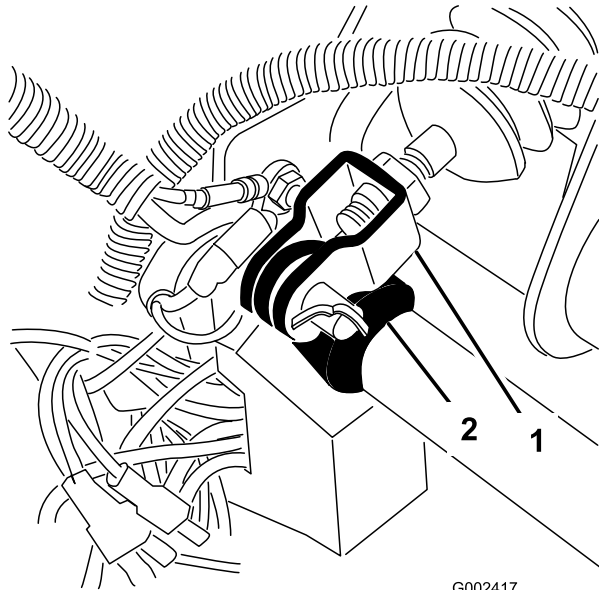

図 62
1. マスターシリンダ・ヨークをブレーキペダルのピボットに固定しているコッターピンとクレビスピンを取る（図 62）。